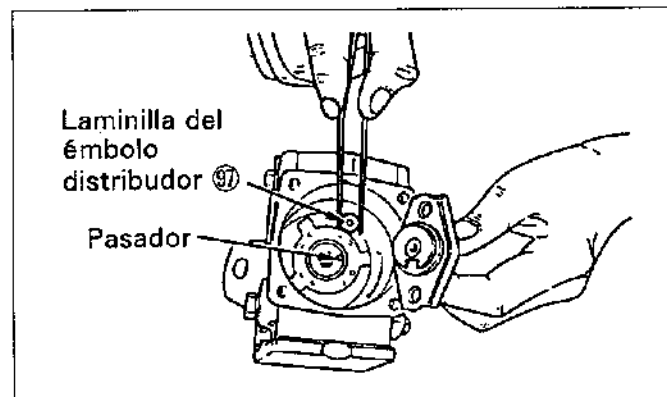

Figura 14-26
(1) Emplee la misma laminilla ⑨ que se extrajo durante el desmontaje de la bomba. Ponga la laminilla en la superficie de contacto del disco de leva. Ponga con cuidado el émbolo distribuidor sobre la laminilla y alinéela correctamente con el pasador de impulsión del disco de leva. (Vea la figura.14-26)